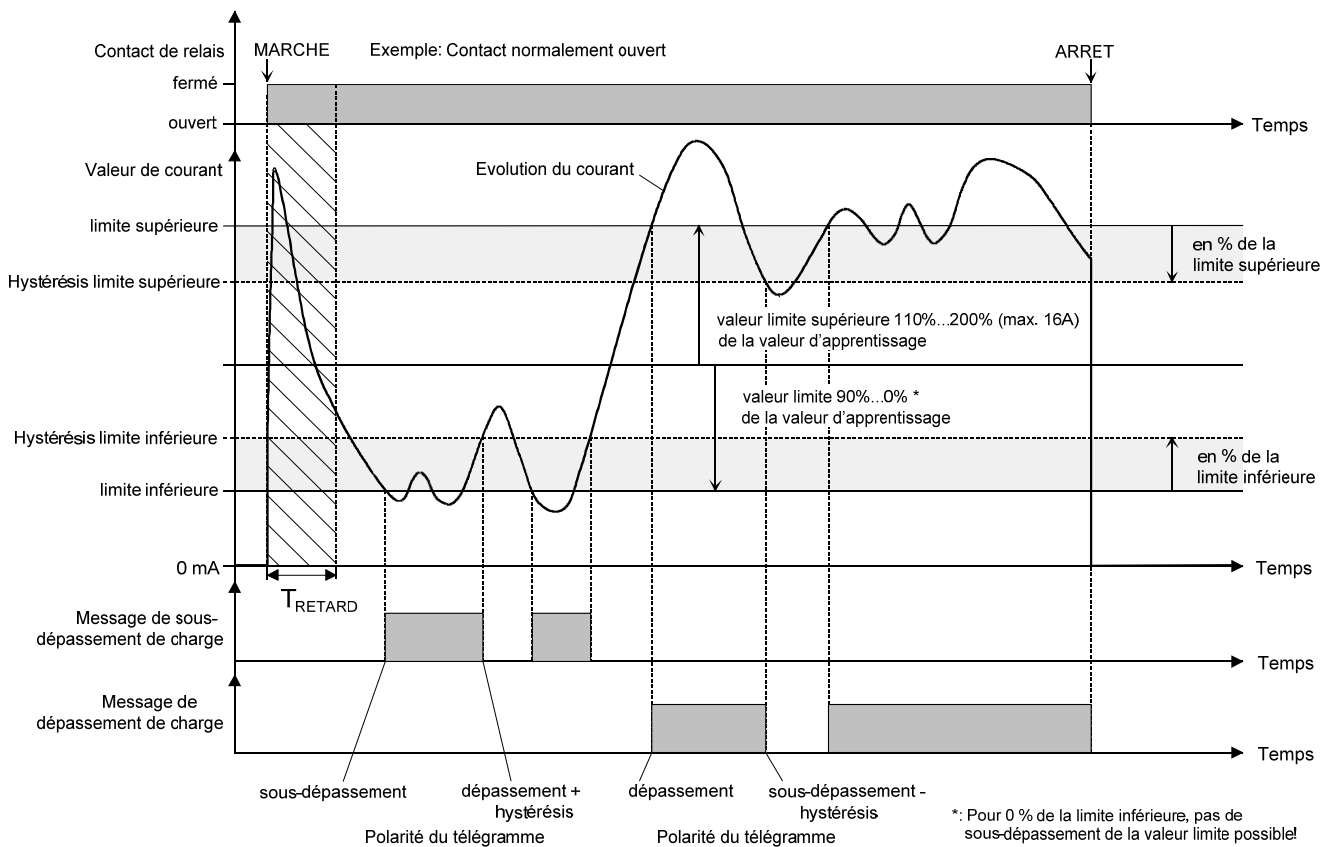

Fig. 18: Surveillance de charge avec apprentissage (exemple d'évolution du courant)
- La surveillance se fait avec des valeurs limites de courant pouvant être apprises en cours d'exploitation (apprentissage). Ce réglage convient par exemple pour des charges variables. L'apprentissage est lancé par un objet de communication séparé. Ce faisant, le courant de charge réglé au moment de l'apprentissage est mesuré et mémorisé de manière durable dans l'actionneur. Les limites de charge découlent alors relativement du courant de charge appris selon une introduction de paramètre fixe dans l'ETS (voir Fig. 18).